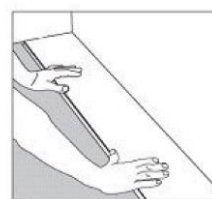

Figura 1
- Comenzando desde el lado izquierdo, con mucho cuidado coloque el primer tablón en su sitio asegurándose de que la lengüeta del tablón se encuentre de cara al muro (**Figura 1**).